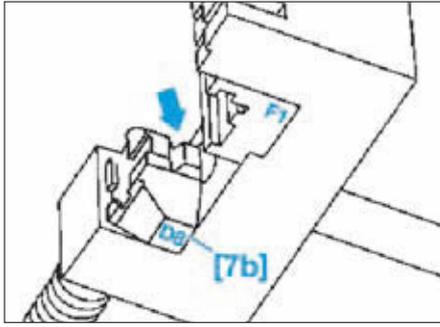

FIG. 12
- Retourner l'enclume de montage [7b] (Fig.12) sur l'outil de rivetage.